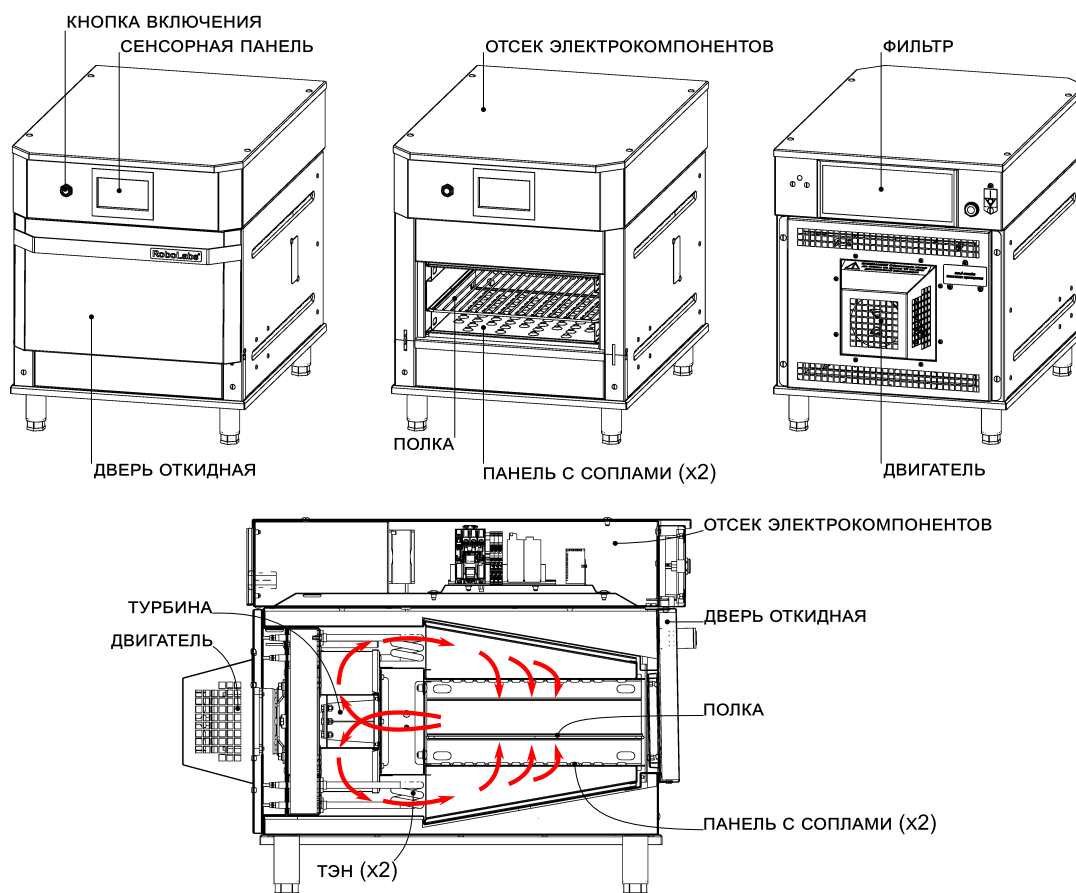

Рисунок 1: Основные компоненты изделия
Изделие состоит из следующих основных компонентов (см. Рис. 1):
5. Убедитесь, что фильтр (см. Рис. 1) вставлен на своё место.